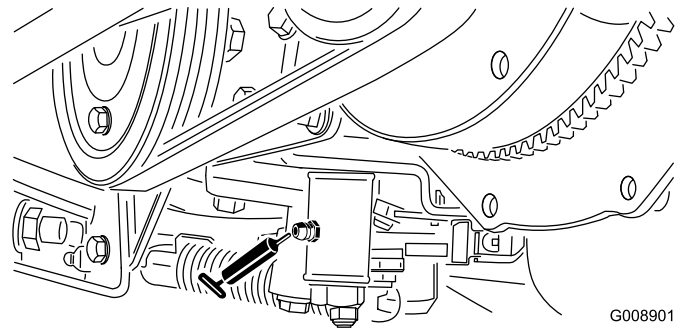

Figura 44
- Mecanismo de ajuste do ponto morto (Figura 44)